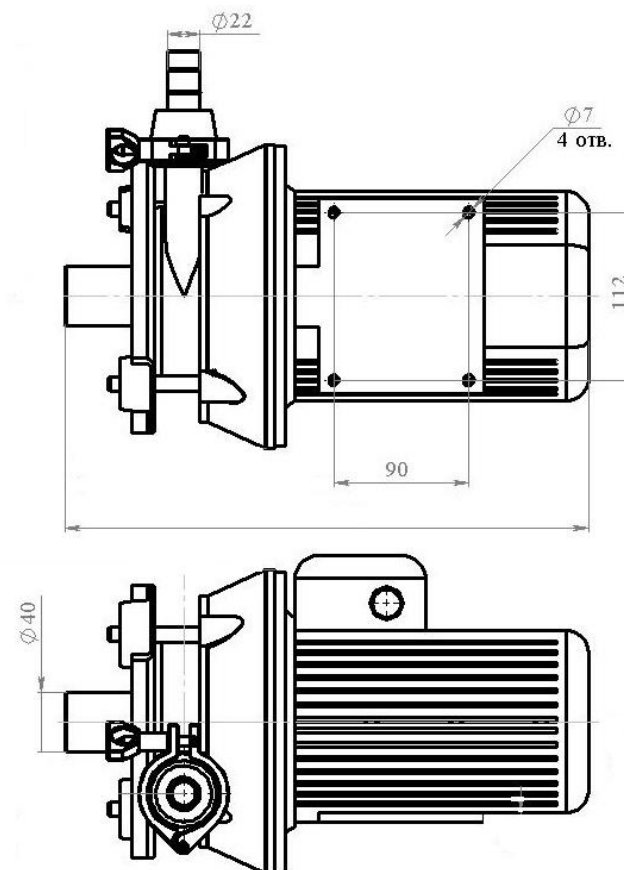

Рис. 8 – Основные и присоединительные размеры
5.7 Основные и присоединительные размеры насоса показаны на рис.8.